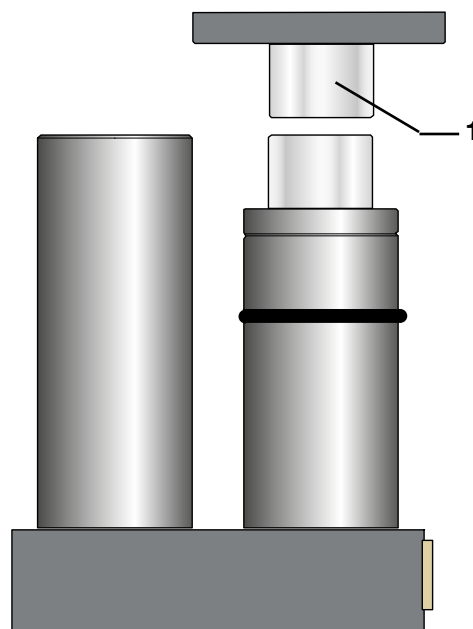

Figura 11:
8.1 Il cilindro pilota (figura 11)